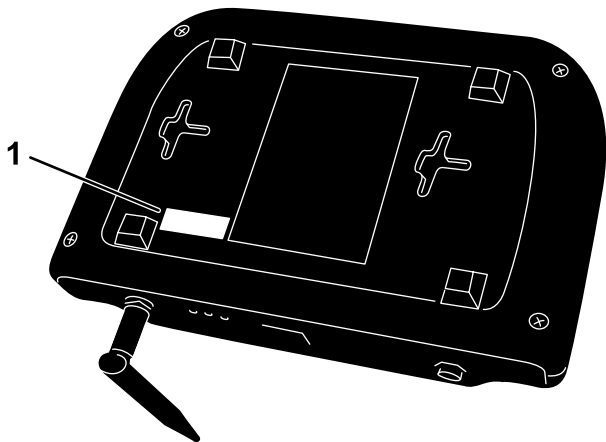

Figura 6
2. Trovate l'etichetta dell'ID del dispositivo sulla parte inferiore della BaseStation e registrate l'ID del dispositivo dall'etichetta nello spazio fornito in questo documento (Figura 6).